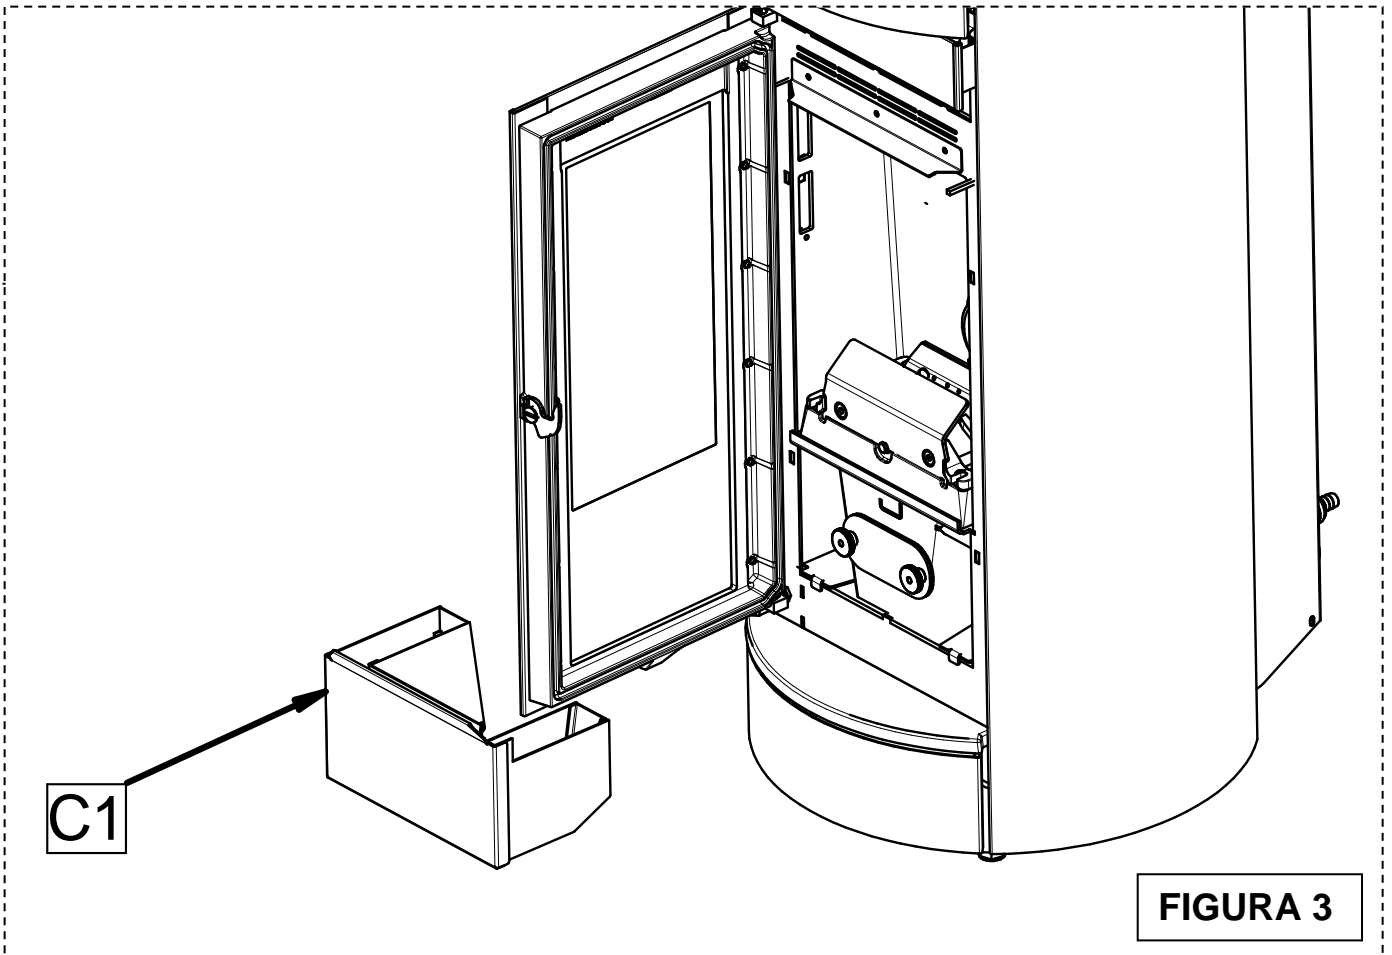

FIGURA 3
- Extraiga la ceniza del cajón **C1** (figura 3).